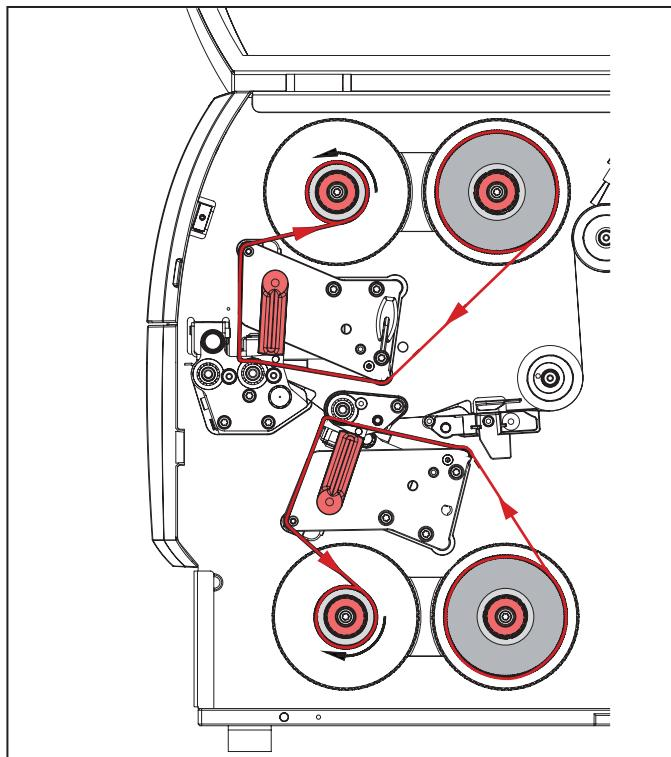

Figura 6.8 Recorrido de la cinta de transferencia
- ▶ Gire la palanca (6) en sentido antihorario para liberar el cabezal de impresión superior.
- ▶ Introduzca el rollo de cinta de transferencia (1) en el desenrollador (2) de forma que el recubrimiento de color de la cinta quede hacia abajo al desenrollarla.
- ▶ Coloque el rollo de cinta de transferencia (1) en el desenrollador de forma que los valores de escala de ambos lados del rollo sean idénticos.
- ▶ Sujete el desenrollador (2) y gire el pomo del desenrollador (3) en sentido antihorario hasta que el rollo de cinta de transferencia quede fijado.
- ▶ Introduzca un núcleo de cinta de transferencia adecuado (4) en el enrollador de cinta de transferencia (5) y fíjelo de la misma manera.
- ▶ Guíe la cinta de transferencia a través del grupo de impresión, véase Figura 6.8.
- ▶ Fije el principio de la cinta de transferencia al núcleo de la cinta de transferencia (4) con una tira adhesiva. Observe el sentido de giro en sentido antihorario del enrollador de la cinta de transferencia.
- ▶ Gire el enrollador de la cinta de transferencia (5) en sentido antihorario para alisar el recorrido de la cinta de transferencia.
- ▶ Gire la palanca (6) en sentido horario para bloquear el cabezal de impresión.
- ▶ Si desea imprimir el material a ambas caras, coloque del mismo modo un rollo de cinta de transferencia en la unidad de impresión (7) inferior.